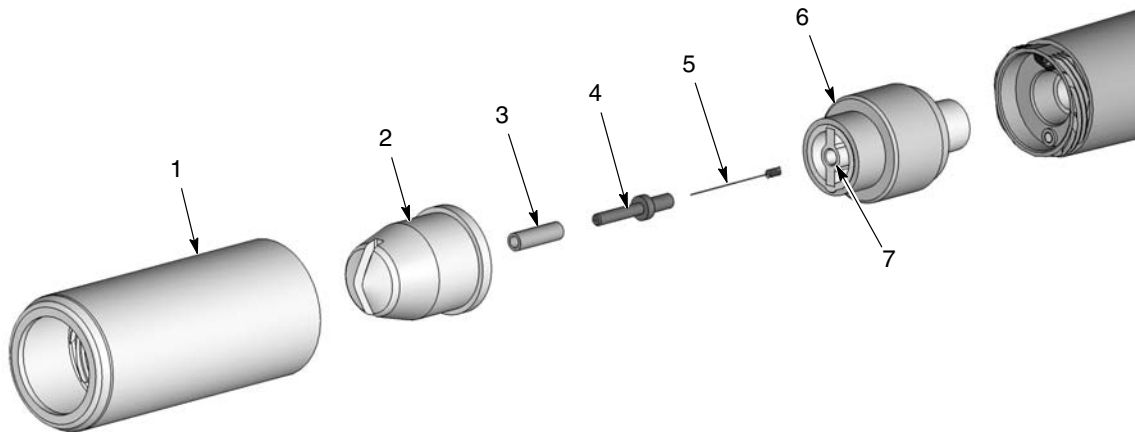
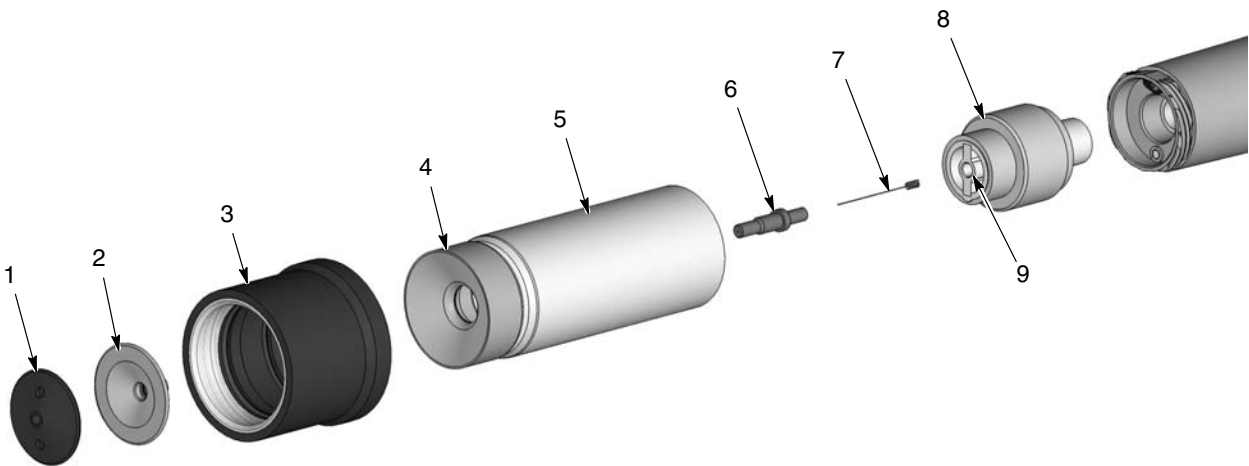

Abb. 4-6 Flach- und Winkelsprühdüsen reinigen
Abb. 4-7 Konusdüse reinigen
2. Siehe Abb. 4-6. Düsenmutter (1) gegen den Uhrzeigersinn losschrauben.
3. Die Düsenmutter und die Flachsprühdüse (2) von der Pistole abziehen. Die Düse von der Mutter abnehmen und beide mit Niederdruckluft und sauberen Tüchern reinigen. Bei Verschleiß oder Beschädigung ersetzen.
5. Hülse (3) und Elektrodenhalter (4) prüfen. Bei Verschleiß oder Beschädigung durch den Flachsprühdüsen-Elektrodenhalterkit ersetzen.
- a. Den Elektrodenhalter und die Hülse von der Keramikspinne (7) abschrauben.
- b. Die neue Elektrode (5) im neuen Halter installieren, dann den Halter in die Keramikspinne schrauben. Die Hülse auf den Elektrodenhalter schieben.
6. Die Düse am Elektrodenhalter (6) installieren, dann die Düsenmutter im Uhrzeigersinn fingerfest auf das Pistolengehäuse schrauben.
Siehe Abb. 4-6. Zum Wechsel von der Standard-Konusdüse zu einer Flachsprühdüse oder Winkelsprühdüse folgendes bestellen:
VORSICHT: Siehe Abbildung 4-7. Ablenkerkappe (1) und Ablenker (2) müssen vor dem Abnehmen der Düsenmutter von der Pistole abgenommen werden. Wenn sie nicht zuvor abgenommen werden, wird die Elektrodenhalterung (8) beschädigt.
1. Mit dem Finger den Ablenker (2) festhalten und die Ablenkerkappe (1) losschrauben.
2. Den Ablenker vom konischen Elektrodenhalter (6) abziehen.
3. Die Düsenmutter (5) losschrauben und zusammen mit der Sprühbildeinsteller (3) und der Konusdüse (4) von der Pistole abnehmen.
5. Den konischen Elektrodenhalter (6) von der Elektrodenhalterung losschrauben. Die Elektrode (7) abnehmen.
6. Siehe Abb. 4-6. Die neue Elektrode (5) in den flachen Elektrodenhalter (4) einschieben.
7. Den flachen Elektrodenhalter in die Keramikspinne (7) schrauben.
8. Die Verschleißhülse (3) über dem flachen Elektrodenhalter installieren
9. Die Flach- oder Winkelsprühdüse (2) auf der Elektrodenhalterung (6) installieren, dann die Düsenmutter (1) auf die Sprühpistole schrauben.